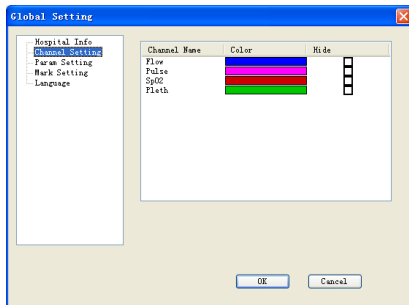

Figure 5.26
- 2) Définissez la couleur des ondes de chaque dérivation (cliquez sur la barre de couleurs pour la modifier) et activez ou désactivez l'affichage des tracés dans la page « Channel Setting » (Paramètres des canaux), comme illustré à la Figure 5.26.